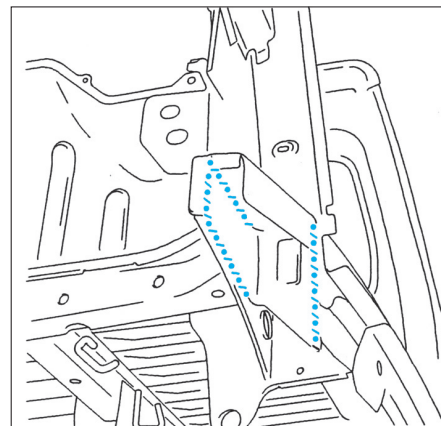

FIG. 161
- Appliquer un mastic à lisser au pinceau (Fig.161).